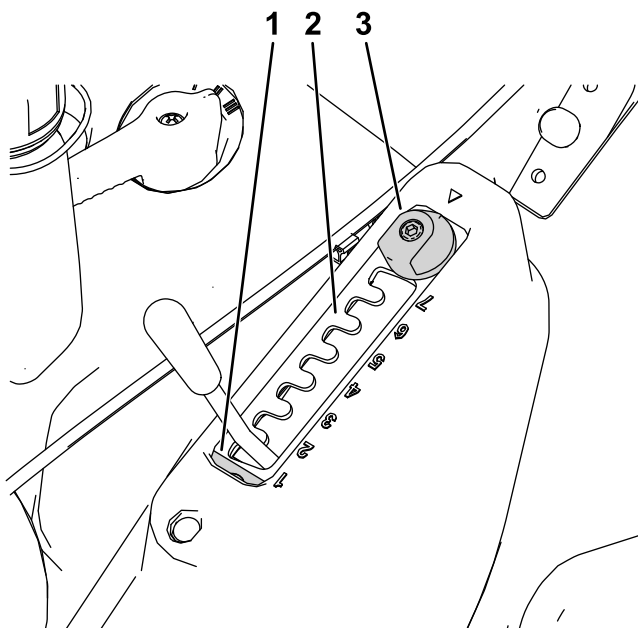

Figure 14
2. Tournez le système de réglage MatchCut de 180° (Figure 13 et Figure 14).